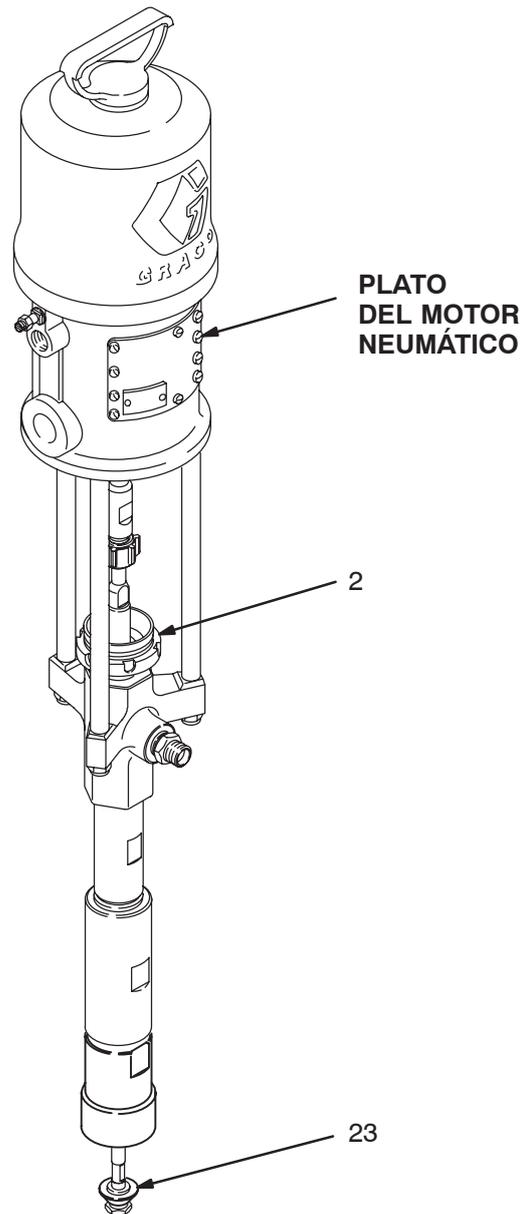

Fig. 2
1. Llene la copela de la tuerca prensaestopas (2) a 1/3 de su capacidad con Líquido Sellador de juntas de la garganta Graco (TSL) o un disolvente compatible. Vea la Fig. 2.
Las piezas en movimiento pueden lesionar o amputar los dedos u otras partes del cuerpo. Cuando la bomba está funcionando, el pistón de cebado (2) (situado en la admisión de la bomba) y el pistón del motor neumático (situado bajo la carcasa del motor neumático) se mueven. Consulte la Fig. 2. Por ello, no accione NUNCA la bomba con las carcasas del motor neumático desmontadas, y mantenga los dedos y las manos lejos del pistón de cebado.